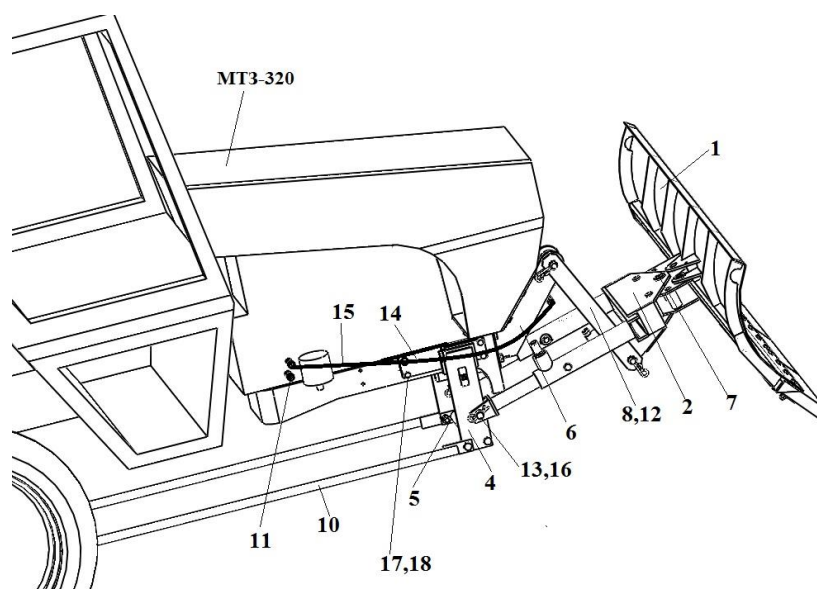

Рис.3 КО320-2,0
2.7 Устройство и работа оборудования КО320-2,0 и КО320-2, 0.ГП с гидроповоротом (рис.3,4)
Плужное оборудование (рис.3,4) состоит из:
2.8.9 Для отвала без гидроповорота (рис.3) полости гидроцилиндра соединить с гидросистемой трактора при помощи двух РВД (15) и переходником (11).